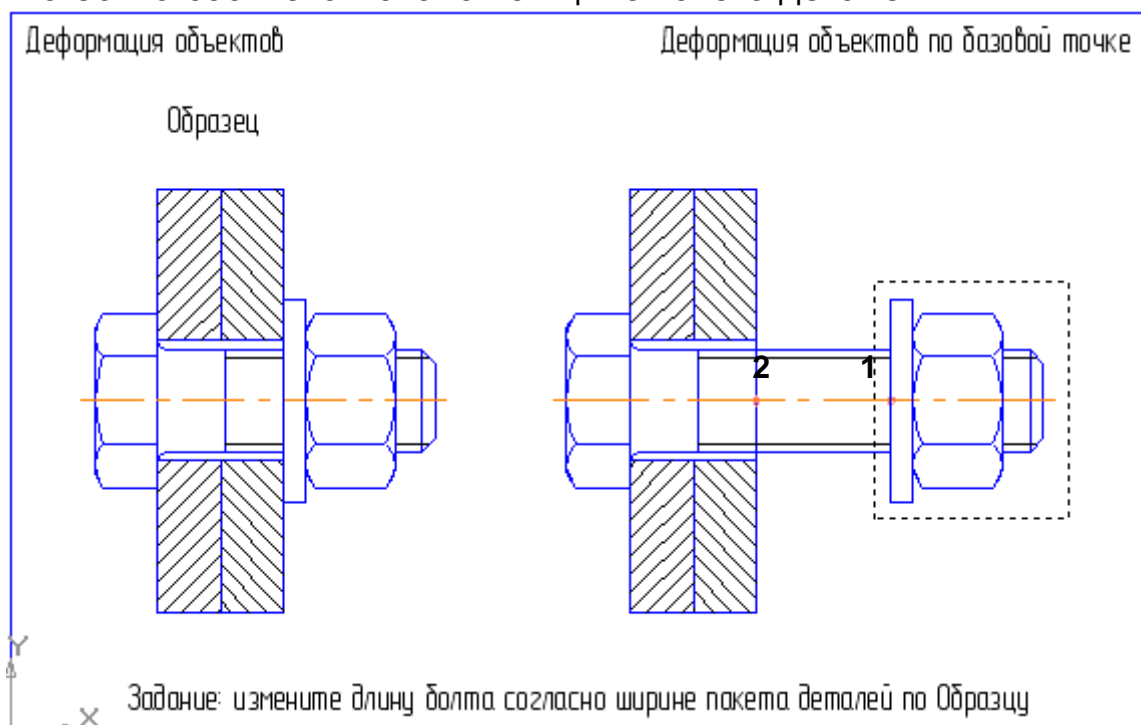

Рисунок 11.7 Задание к Упражнению 11.4
2. Постройте рамку выбора, как это показано в Задании (рисунок 11.7).